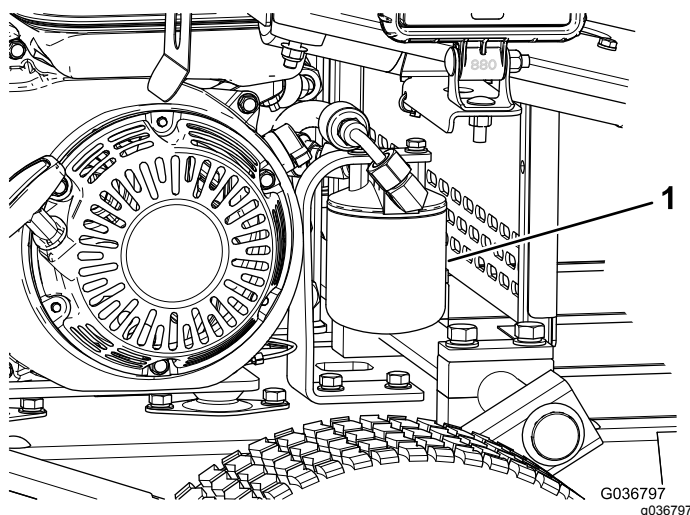

図 37
5. フィルタの下に廃油受けを置いてフィルタを外す (図 37)。